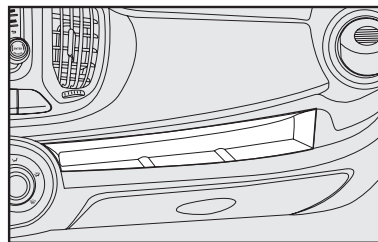

fig. 80
- En los paneles de las puertas **fig. 80**.